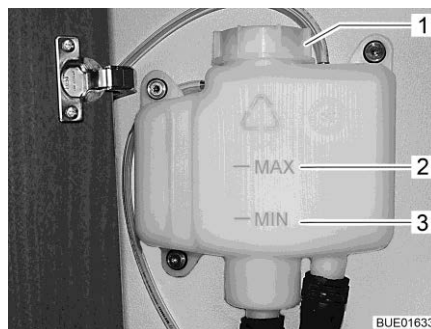

Fig. 305 Vaso d'espansione senza diaframma
- Controllare se il livello del liquido nel vaso d'espansione (Fig. 305) è tra la riga del "MIN" (Fig. 305,3) e del "MAX" (Fig. 305,2).
- Aprire il coperchio (Fig. 305,1) del vaso d'espansione.